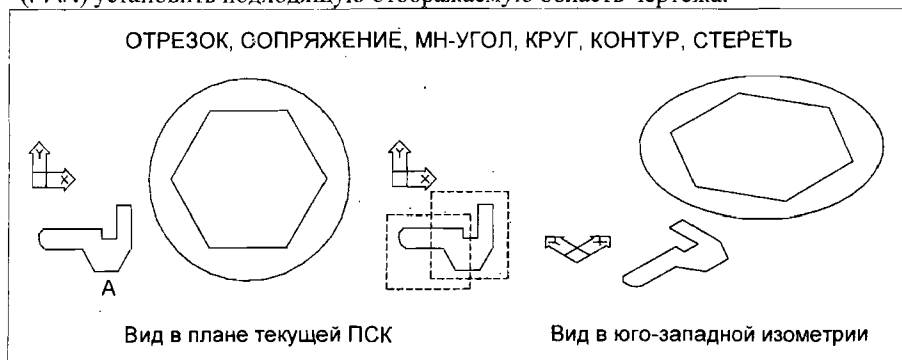

Рис.22
1. Командой ПСК (UCS) с опцией Новая (Origin) задать начало ПСК по центру левого торца детали (рис.22). Командами ПОКАЗАТЬ (ZOOM) и ПАН (PAN) установить подходящую отображаемую область чертежа.
3. Командой МН-УГОЛ (POLYGON) построить шестиугольник (ориентировав его, как показано на рис.22) и командой КРУГ (CIRCLE) построить дополнительный круг с радиусом, несколько превышающим удаленность отрезка А от оси детали.
Для контроля выполняемых действий рекомендуется задать вид в юго-западной изометрии, который устанавливается командой -ВИД (-VIEW), введенной в режиме командной строки, с опцией ЮЗизо (SWiso) (см. рис.22).